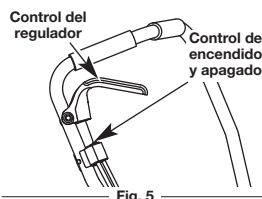

Fig. 5
**NOTA:** No hay necesidad de arrancar la unidad. El control de Encendido/ Apagado está en la posición **ENCENDIDO (I)** en todo momento (Fig. 5).
2. Coloque el control de encendido y apagado en posición de **APAGADO (O)** (Fig. 5).